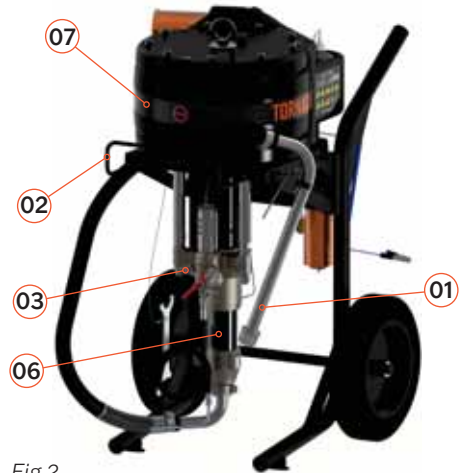

Fig.2
- 01** Sonda de Absorción (Fig. 2)
- 02** Soporte mangueras (Fig. 2)
- 03** Salidas de producto (Fig. 2)
- 06** Cilindro Hidráulico (Fig. 2)
- 07** Cilindro Neumático (Fig. 2)
- 08** Carro de transporte (Fig. 2)